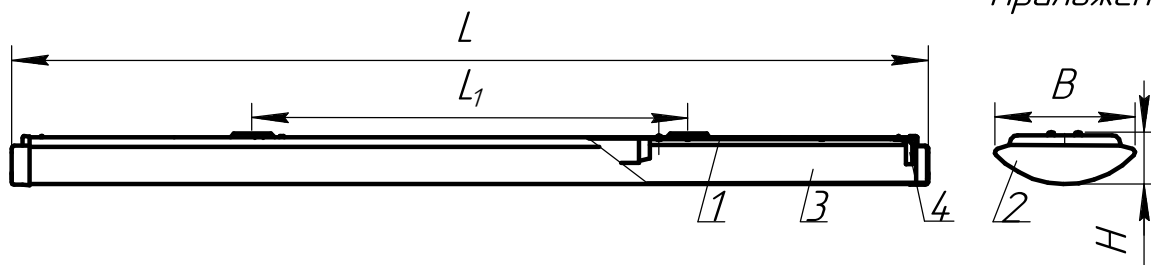

Рисунок. 1. 1.Корпус в сборе. 2.Крышка. 3.Рассеиватель.4.Патрон.
4.2 Светильники в соответствии с Рис.1 состоят из корпуса поз.1.в котором размещена электрическая схема. двух торцевых крышек поз.2.и рассеивателя поз.3.